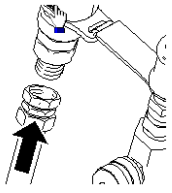

Fig. 5
1. Connecter le flexible Airless avec le pistolet et serrer (fig. 5).